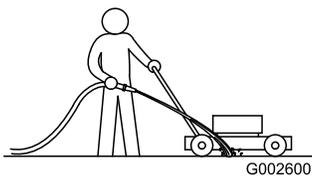

Figure 25
- Mettez le moteur en marche lorsque la tondeuse se trouve sur une surface revêtue plane et dirigez un jet d'eau devant la roue arrière droite (Figure 25).